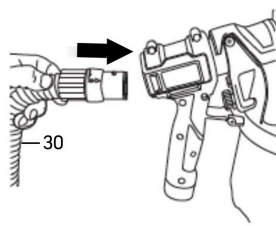

fig. 4
7. Insérez une extrémité du tuyau (n° 30) à l'arrière du pulvérisateur et exercez une légère torsion pour vous assurer d'un ajustement ferme. (fig. 4).